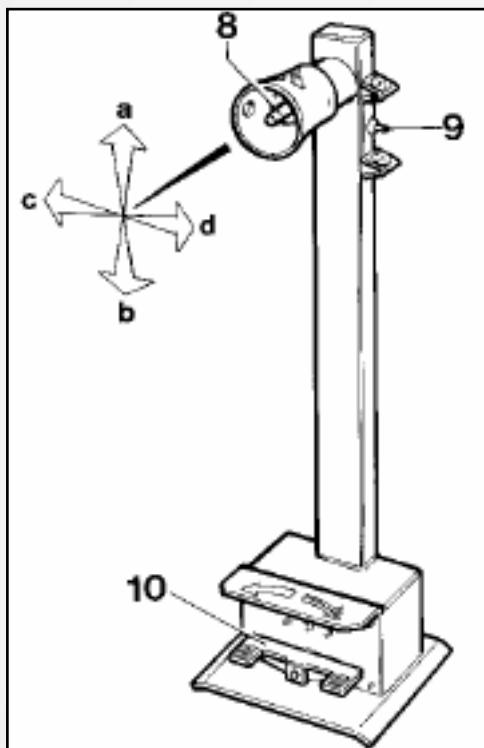

Рисунок 7
Мобильная стойка управления (рис.7) позволяет оператору выбрать рабочее положение, наиболее удобное для каждого из случаев. На этой стойке сконцентрированы все команды, а именно: манипулятор 8 (рис.7) в положении «а» поднимает кронштейн самоцентрирующейся цанги; в положении «б» - его опускает; в положении «с» приближает инструментальную каретку и мобильную платформу к самоцентрирующейся цанге; а в положении «д» - отдаляет.
- выключатель 9 (рис.7): при повороте вверх открывает зажимы самоцентрирующейся цанги (блокирует); при повороте вниз закрывает зажимы (разблокирует).
- педаль 10 (рис.7): при нажатии на правую или левую сторону вращает самоцентрирующую зажимную цангую соответственно направлению стрелок.